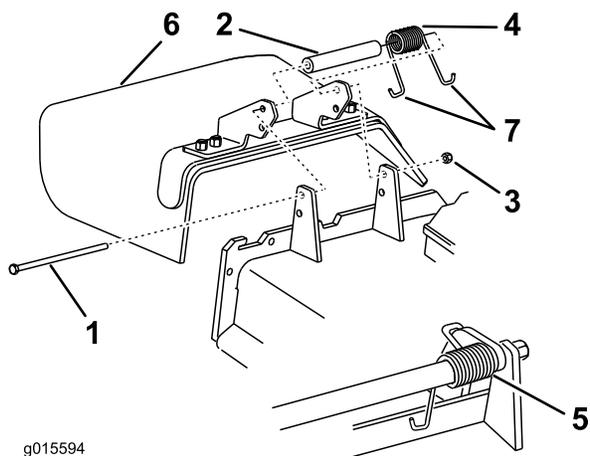

Figura 102
1. Retire la contratuerca, el perno, el muelle y el espaciador que sujetan el deflector a los soportes de pivote (Figura 102).
2. Retire el deflector de hierba dañado o desgastado (Figura 102).
Nota: Asegúrese de colocar un extremo en **J** del muelle detrás del reborde de la carcasa antes de instalar el perno, según se muestra en Figura 102.
6. Coloque un extremo en **J** del muelle alrededor del deflector de hierba (Figura 102).